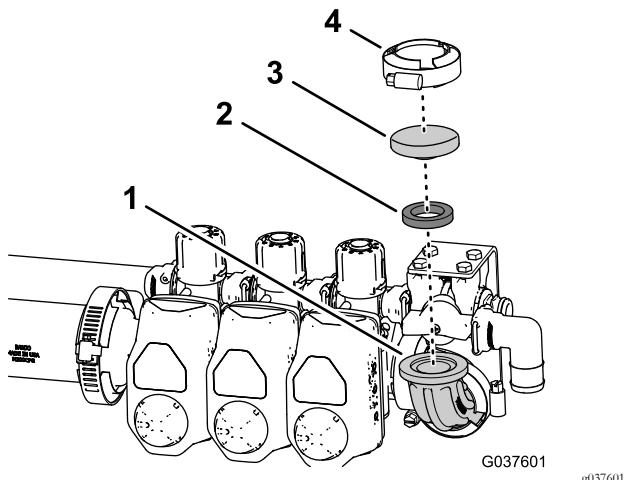

Figura 46
- Alinhe a junta—25 x 35 mm e cobertura—52 mm com a flange do cotovelo de 90° (Figura 46).
- Prenda a junta e cobertura no cotovelo com a braçadeira flangeada—40 a 64 mm como se mostra na Figura 46.